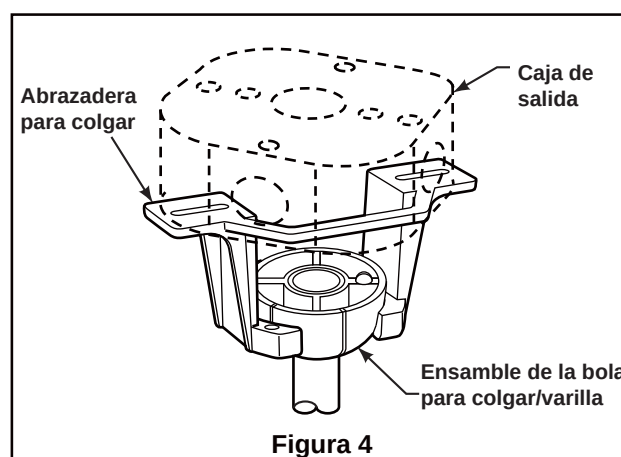

Figura 4
- ☐ **4.** Enrosque el soporte de la varilla y alinee los orificios de la clavija de horquilla en ambas piezas. Instale la clavija de horquilla y asegúrela con la pinza de horquilla. Fije los dos tornillos de presión y las tuercas de seguridad en el soporte de la varilla interior. (Figura 4)
- ☐ 2. Levante cuidadosamente el ventilador y coloque el ensamble de la bola para colgar/varilla en la abrazadera para colgar que acaba de fijar a la caja de salida. Asegúrese de que la ranura de la bola esté alineada con la lengüeta de la abrazadera para colgar. (Figura 4)
- ☐ **3.** Una vez realizadas las conexiones, gire los conductores hacia arriba y, con cuidado, colóquelos dentro de la caja de salida; con los conductores blancos y verdes hacia un lado y los conductores negros hacia el otro. (Figura 4)
4. Para configurar el código del mando a distancia, Mueva los interruptores de código hasta colocar el código de selección en la posición arriba o abajo. Con un destornillador pequeño o con una lapicera (no se incluye) deslice firmemente hacia arriba o hacia abajo. (Figura 4)